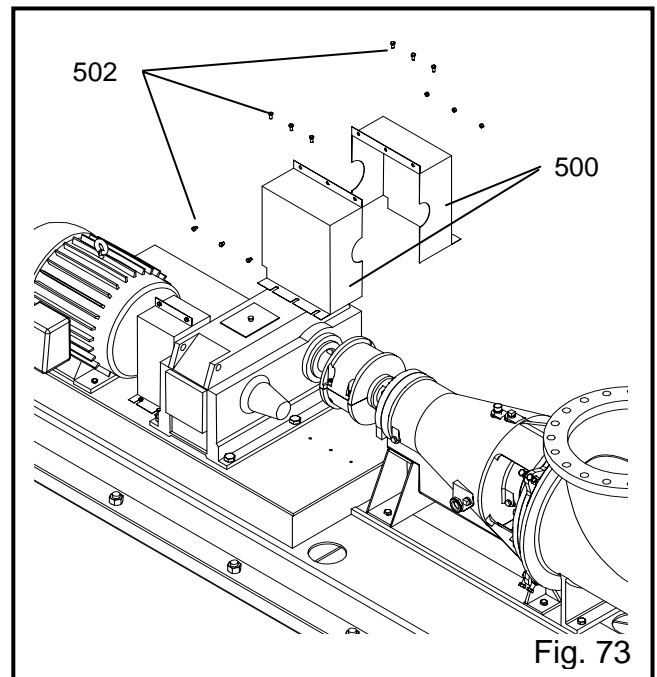

Fig. 73
protecção à sub-base usando parafusos (502), ver Fig. 73.